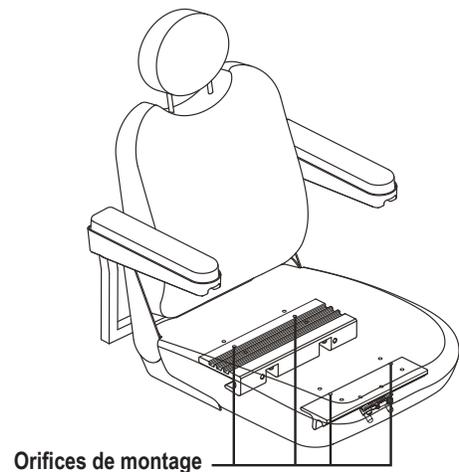

Figure 15. Position du siège
6. Repositionnez les montants dans un ensemble différent d'orifices de montage. Vous devez régler les montants en ayant un nombre identique d'orifices devant et derrière la fixation sur chaque montant. **Voir la figure 15.**